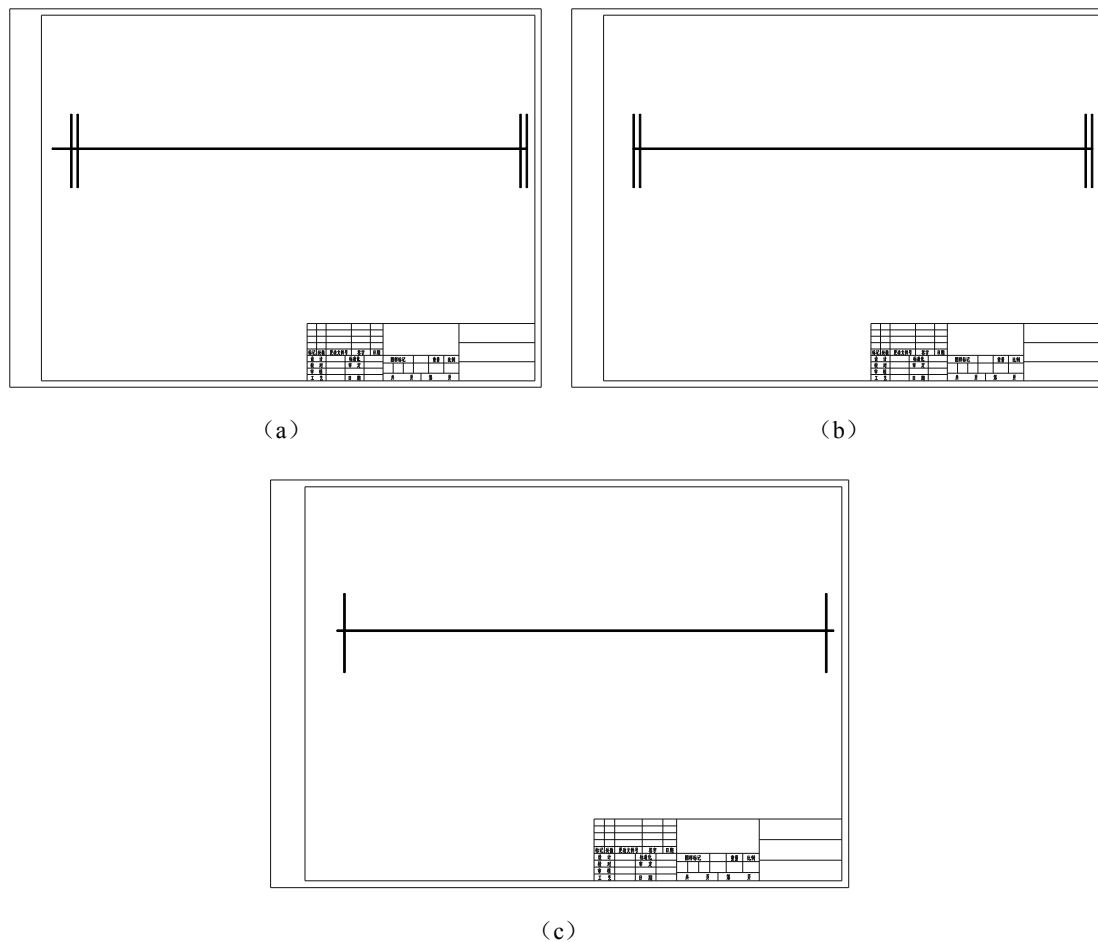

图 11-7 修剪中心线
(1) 绘制两条剪裁线条截止线, 它们都可以以已经绘制好的端线为基准, 如图 11-7 (a) 所示。
(2) 使用修剪工具, 修剪中心线超出截止线以外的部分, 如图 11-7 (b) 所示。
(3) 使用删除工具, 删除中心线截止线。结果如图 11-7 (c) 所示。